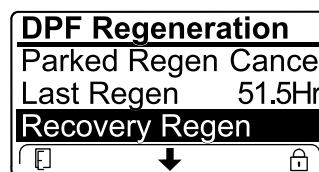

図 50
- エンジンコンピュータがリカバリ再生を要求していないのに、リカバリ再生 RECOVERY を選択することはできません。リカバリ再生はロックされ、施錠アイコン 図 50 がインフォセンターの右下に表示されます。